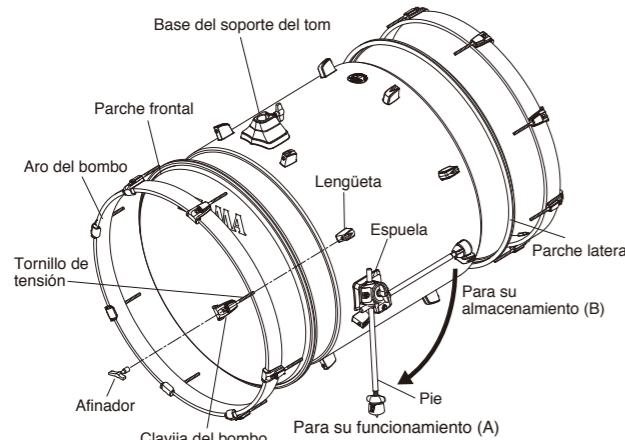
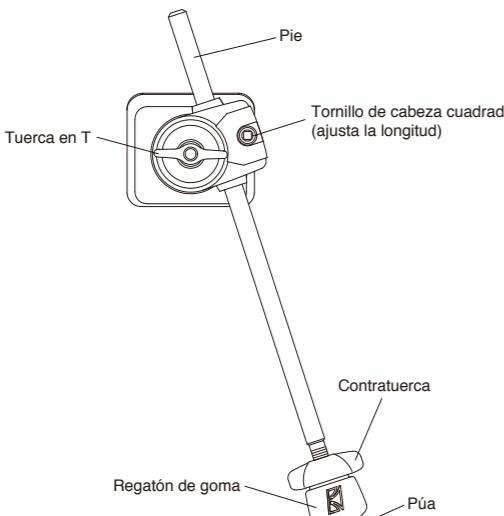

Fig. 1-1A
Fig. 1-2
Los tornillos de tensión y ganchos están empaquetados en la caja de piezas. Ajuste los ganchos en las posiciones adecuadas a lo largo de los aros y asegúrelos con los tornillos de tensión (Fig. 1-1A).
Ponga cada pie en las espuelas y ajuste el bombo a su posición. Para ajustar la longitud del pie, afloje el tornillo de cabeza cuadrada (Fig. 1-2) y deslice el pie hacia arriba o abajo, según sea necesario. Para cambiar el ángulo del pie, afloje la tuerca en T una vuelta y media para que el pie pueda girar libremente. Nótese que los ángulos A y B (Fig. 1-1A) se ajustan por pasadores internos. Ajuste los pies en el ángulo (A) durante su uso y en el ángulo (B) para el almacenamiento.
Puede utilizar el regatón de goma o las púas como parte de contacto entre el pie y el suelo (Fig. 1-2). Base su elección según el tipo de suelo sobre el que realice el montaje; para superficies duras, el regatón de goma suele ser mejor opción; para moqueta, use las púas. Puede ajustar el regatón de goma a su posición apretando la tuerca de ajuste.